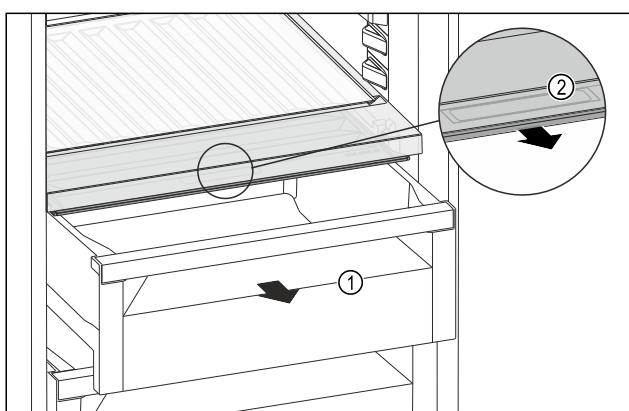

Fig. 156
- Extrageți sertarul Fig. 156 (1).
- Prindeți mânerul încastrat Fig. 156 (2) de la capacul compartimentului și trageți concomitent capacul compartimentului spre partea frontală.